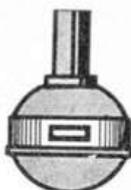

Abb. 33
4. Der Stichlängenverstellhebel 15 (Abb. 29) besitzt an seinem kugeligen Ende zwei Kennzeichen, und zwar das Zickzack-Kennzeichen Abb. 32 und das Knopfloch-Kennzeichen Abb. 33.